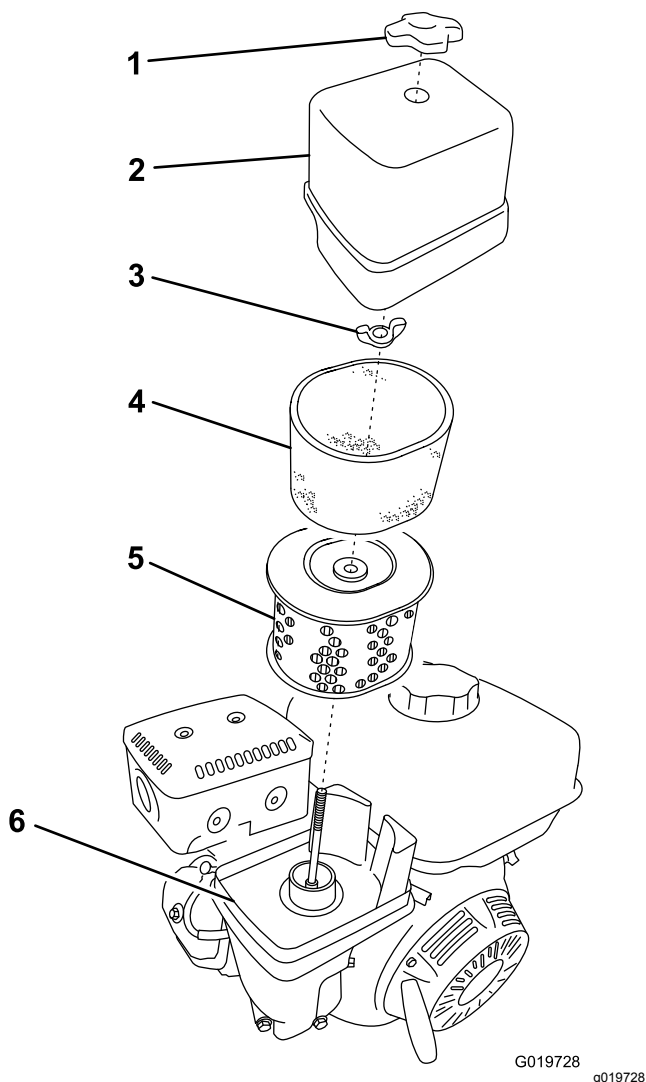

Figure 22
3. Retire la tuerca que sujeta la tapa (Figure 22).
5. Separe cuidadosamente de la base los elementos de gomaespuma y de papel (Figure 22).
6. Separe el elemento de gomaespuma del elemento de papel (Figure 22).